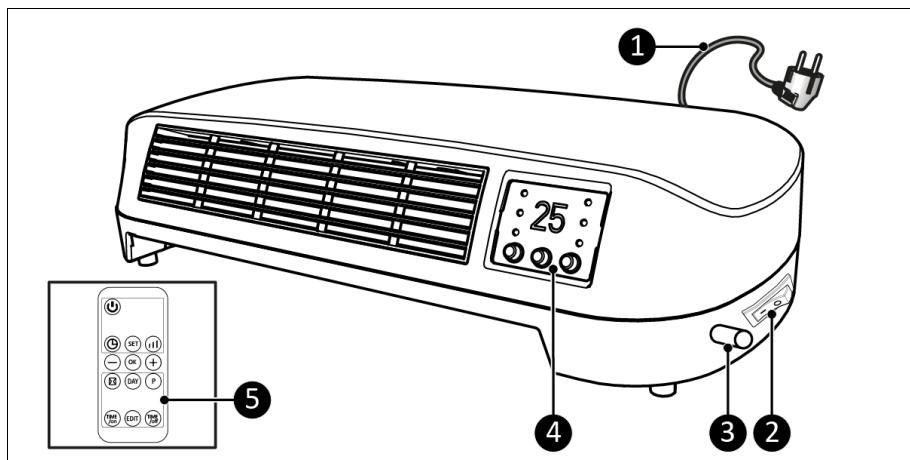

Figura 3
Produsul este un încălzitor electric ușor de utilizat pentru utilizarea la interior (Figura 3).
2. Asigurați-vă că comutatorul principal este în poziția OFF (OPRIT) (Figura 3, poz. 2).